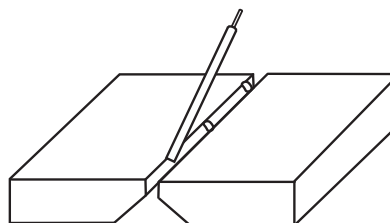

Figura 2
- Siempre que sea posible, puntee las piezas por la parte posterior del chaflanado (figura 2).